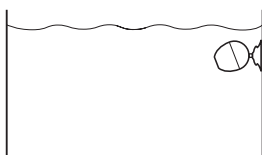

Figura 1
- Fixe o acessório de iluminação no vidro interior do aquário. (Consulte a figura 1)